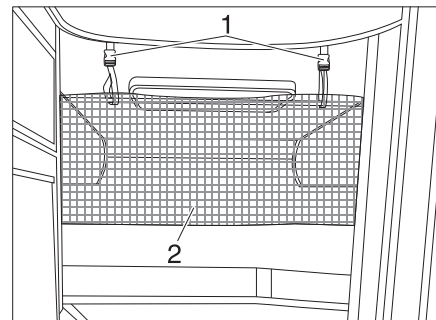

Bild 126 Sicherungsnetz
Das Sicherungsnetz (Bild 126, 2) ist serienmäßig zwischen Matratze und Lattenrost verstaут. Das Sicherungsnetz erst aufspannen, wenn sich die Person bereits im Bett befindet.
- Die Haltebänder (Bild 126, 1) in die Halterungen an der Decke einrasten.